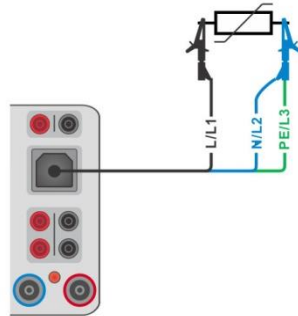

Abbildung 6.36: Anschluss des 3-Leiter Prüfadapters
- › Verbinden Sie das 3-adrige Prüfkabel mit dem zu prüfenden Gerät, siehe **Abbildung 6.36**.